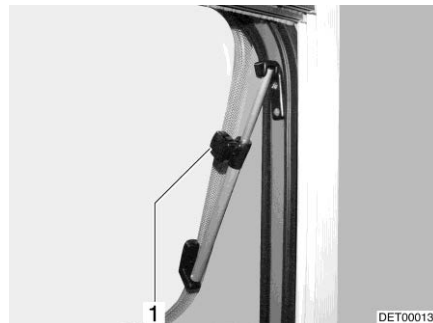

Fig. 120 Claraboya con soportes giratorios, abierta
- Abrir la claraboya hasta la posición deseada y fijarla con el botón moleteado (Fig. 120,1).
- Girar el botón moleteado (Fig. 120,1) hasta que se libere el bloqueo.